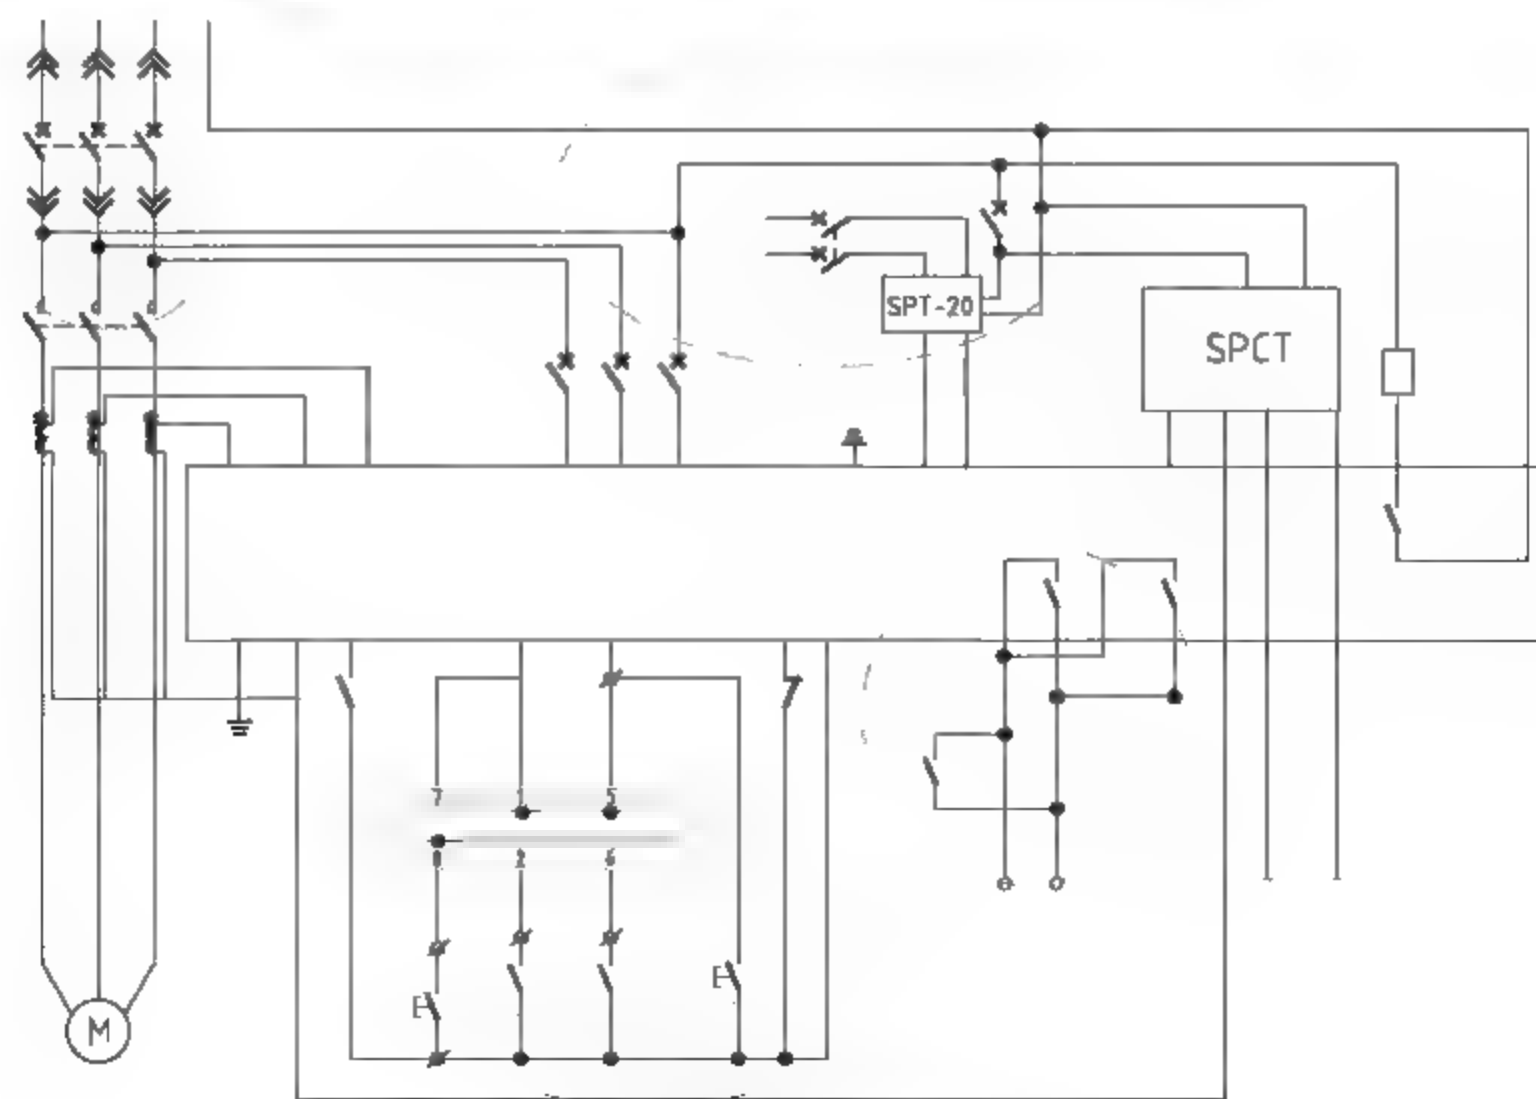

图10-36 绘制连接件
**24** 绘制连接件。调用C【圆】命令，在导线的连接点绘制半径为23的圆形；调用H【图案填充】命令，选择SOLID图案，对圆形执行填充操作，结果如图10-36所示。